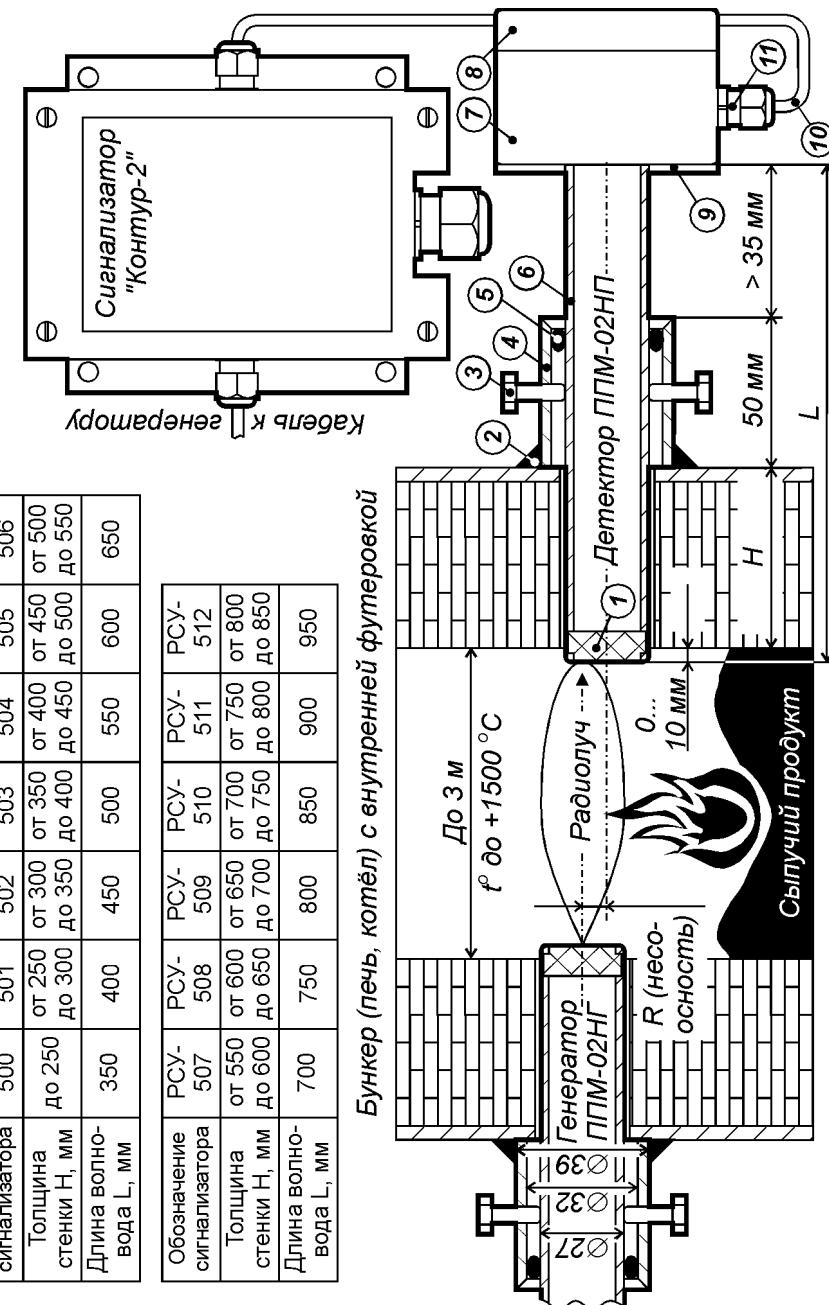

Рис. 1. Принцип действия датчиков уровня серии РСУ-500.
Принцип действия датчиков уровня серии РСУ-500 (далее – «датчиков») основан на ослаблении амплитуды радиосигнала, проходящего сквозь слой контролируемого продукта (рис. 1).
В комплект поставки датчика входят микроволновые генератор и детектор. Они устанавливаются в соосные отверстия на противоположных стенках бункера: толщина стенок может достигать 850 мм (см. таблицу обозначений на рис. 1).
Генератор ППМ-02НГ и детектор ППМ-02НП имеют одинаковую конструкцию, показанную на рис. 1.
К корпусу через латунный фланец [поз. 9] прикреплён круглый волновод [поз. 6], изготовленный из терморезистивного металлического сплава. Со стороны контролируемого продукта волновод закрыт жаростойкой диэлектрической заглушкой [поз. 1]. Требуемая длина волновода L зависит от толщины футерованной стенки бункера и кодируется в обозначении типа датчика в соответствии с таблицей на рис. 1.
Установка генератора и детектора на бункер или его конический сход должна проводиться в строгом соответствии с рис. 1.
Сигнал, излучаемый генератором, является поляризованным: при повороте оси детектора относительно оси генератора (оси обозначены на рис. 1 штрих-пунктирной линией) чувствительность датчика резко снижается и при угле поворота в 90° падает практически до нуля.
1. Просверлить на противоположных стенках бункера, друг напротив друга сквозные отверстия диаметром 28...30 мм. Несоосность отверстий (R на рис. 1) не должна превышать 5% от внутреннего диаметра (сечения) бункера.
3. Измерить расстояние от внутренней поверхности футерованной стенки бункера до внешней грани крепёжной трубы. Отмерив указанное расстояние от торца керамической заглушки (поз. 1 на рис. 1) нанести на волновод (поз. 6 на рис. 1) соответствующую метку.
4. Избегая перекосов, вставить в подготовленные отверстия через крепёжные трубы генератор ППМ-02НГ и детектор ППМ-02НП до совпадения метки с внешним краем крепёжной трубы. Модуль должен быть установлен заподлицо с внутренней поверхностью стенки или выступать внутрь бункера не более, чем на 10 мм (см. рис. 1). При этом расстояние между внешней гранью крепёжной трубы и латунным фланцем (поз. 9 на рис. 1) должно быть не менее 35 мм.
6. Между волноводом и крепёжной трубой (см. рис. 1) необходимо проложить термостойкий шнур из комплекта поставки. Шнур укладывается равномерно слоем 1,5 – 2 витка и обеспечивает защиту пластикового корпуса генераторного (детекторного) модуля от открытого пламени.